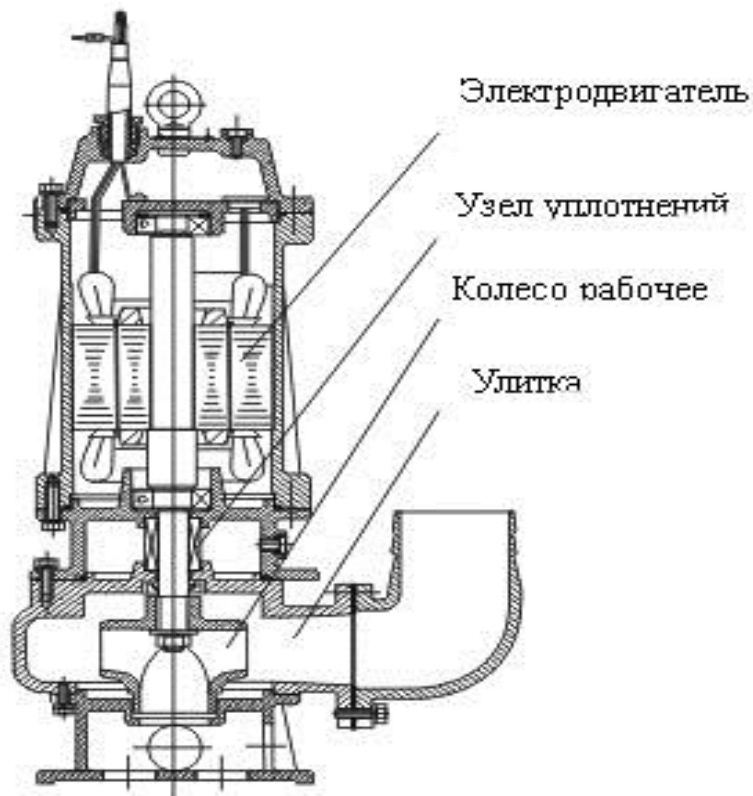

Рис.1
4. УСТРОЙСТВО И ПРИНЦИП РАБОТЫ (Рис.1)